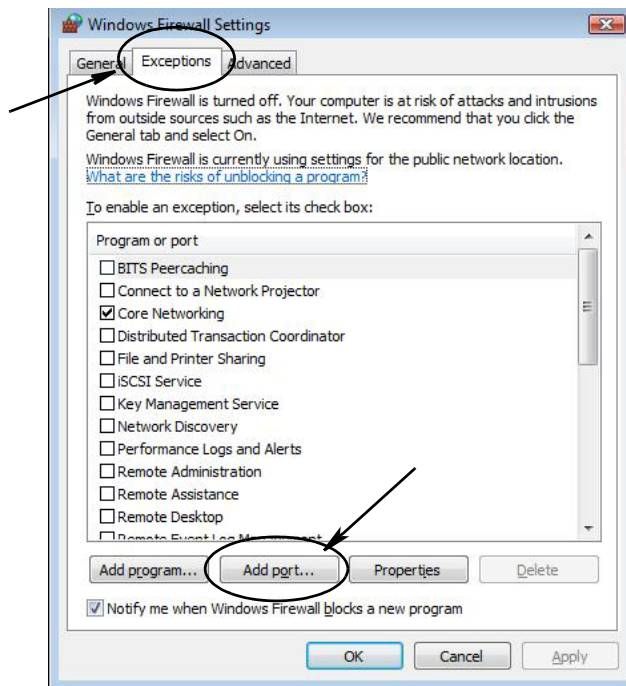

FIG. 28
3. S'il n'est pas déjà sélectionné, cliquez sur l'onglet "Exceptions" pour afficher le contenu (Fig. 28).
4. Cliquez sur le bouton "Add Port" (Ajouter un port) (Fig. 28).